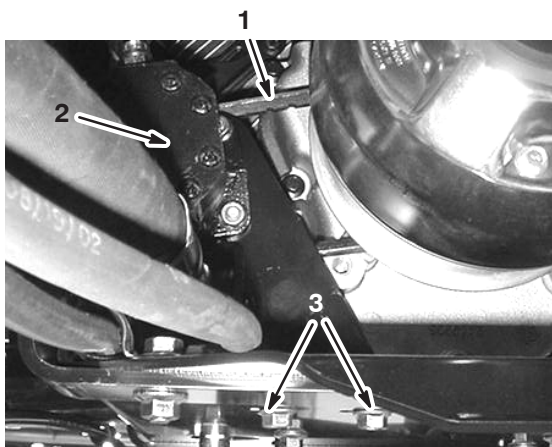

Bild 54
- Lockern Sie die Befestigungsschrauben der Lenkpumpe (Bild 54).